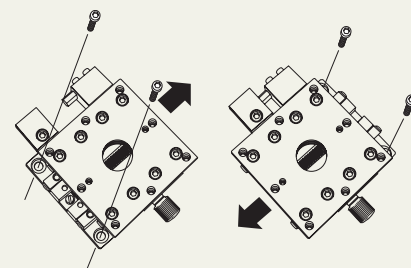

図10
2. テーブルを手で取り付け穴が現れるまで移動させ、付属の取り付けねじを入れ仮止めます。(図10)
(図10)
4. 再度反対方向へテーブルを移動し、仮止めていたねじを本固定します。(図10)